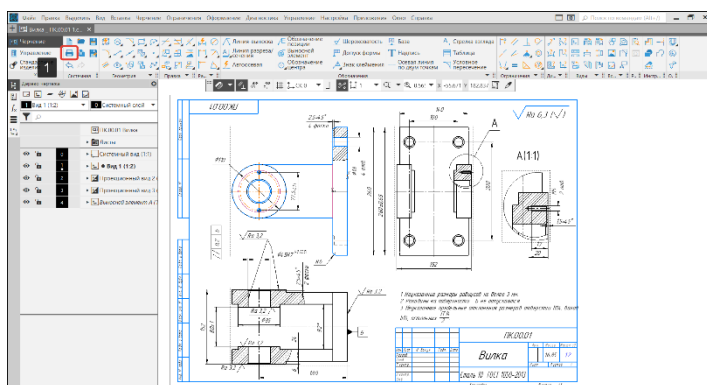

Рисунок 418 – Вызов команды Печать
Вызов команды: Панель Системная – Команда Печать (1) (Рисунок 418)